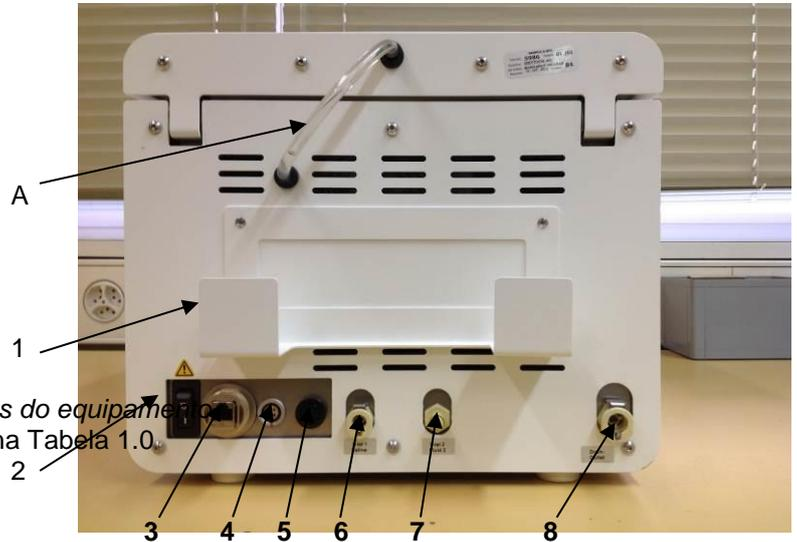

Fig. 7.1
Quando as condições de armazenamento não correspondiam às condições de funcionamento fixadas, será necessário que o equipamento não ligado fique primeiro 24 horas nas novas condições para se aclimatizar (Fig. 7.1, Pos. 4).
Colocar o transformador no seu suporte que se encontra parte de trás (consulte Fig. 7.1, Pos. 1) e ligar a ficha na tomada de tensão contínua (Fig. 7.1, Pos. 4). Ligar o cabo de alimentação fornecido ao transformador e de seguida à tomada da rede elétrica.
Ligar a ligação do tubo de alimentação na entrada traseira 1 (Fig. 7.1, Pos. 6) e imergir a outra ponta do tubo com a peça metálica no recipiente com o soro fisiológico.
Quando o equipamento dispõe de uma entrada 2 opcional, ligar a ligação do tubo de alimentação 2 na entrada 2 na parte de trás (Fig. 7.1, Pos. 6) e imergir a outra ponta do tubo com a peça metálica no recipiente da solução do fluido 2.
Em caso de utilização do software History opcional é necessário ligar à interface da Ethernet (Fig. 7.1, Pos. 3) um cabo patch (cat. 5a ou superior), cuja ponta contrária deve ser conectada à interface local ou diretamente a um PC. Para o efeito consulte também o manual de software em separado.
Ligar a ligação do tubo flexível de drenagem à saída traseira (Fig. 7.1, Pos. 8) e aplicar a outra ponta do tubo no recipiente de lixo especial.
Ligar interruptor de rede (Fig. 7.1, Pos. 2) (ON). O processo de armação necessita de aprox. um minuto.